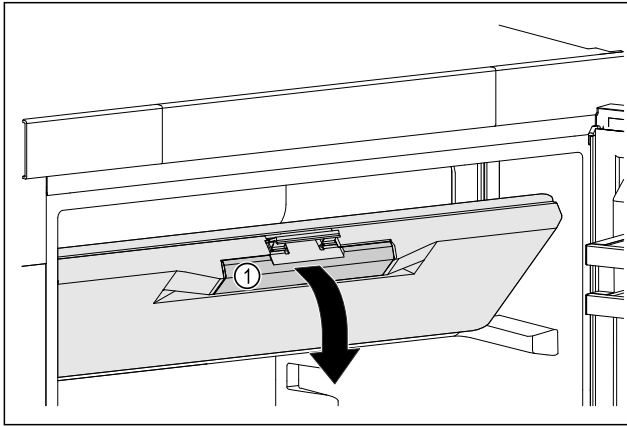

Fig. 23
- ▶ Хванете вратата на фризерното отделение за вдлъбнатия захват Fig. 23 (1).